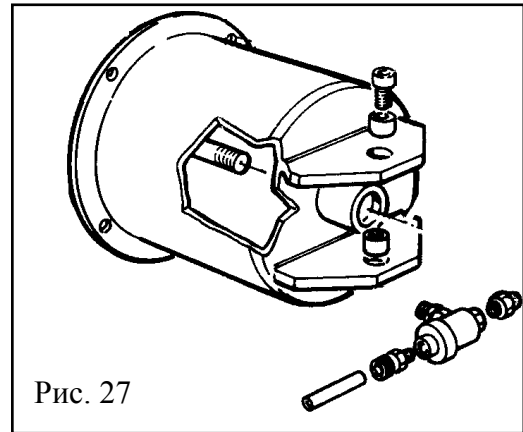

Рис. 27
For cleaning or replacing the silencer of bead breaker, see fig.27 and proceed as shown on previous point 1 and 3
Для чистки или замены глушителя устройства отжима борта (B), смотрите рис. 27, выполните действия, указанные в предыдущих пунктах 1 и 3.
Bei der Reinigung oder Auswechslung des Schalldämpfers für das Abdrückblatt Abbildung 27 beachten und wie Punkt 1-3 oben beschrieben vorgehen.
Silenziatore otturato Guarnizioni cilindro stall. rotte	Pulire silenziatore o sostituirlo (Cap. 11 - fig. 27) Sostituire guarnizioni
Silencer clogged Bead breaker cylinder gaskets broken	Clean or replace silencer (chap. 11 fig. 27) Replace gaskets
Засорен глушитель Разорваны уплотнения цилиндра устройства отжима борта	Очистите или замените глушитель (Глава 11 – Рис. 27) Замените уплотнения
Schalldämpfer verstopft Die Zylinderdichtungen des Abdrückblattes sind abgenutzt	Schalldämpfer reinigen oder auswechseln (Kap. 11 - Abb. 27) Dichtungen auswechseln